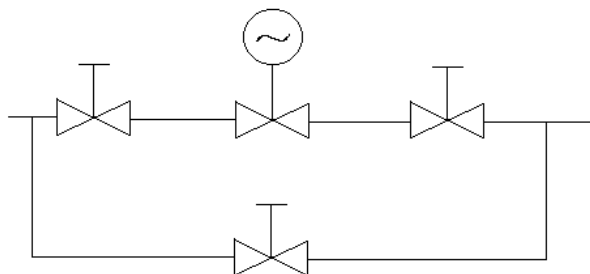

图 2 旁路管道安装图例
(1) 安装调节阀总体上应考虑以下方面：
① 安全：安装过程中人员和设备的安全。
② 控制性能：配管系统压力损失应与计算调节阀尺寸时所考虑的压力损失一致，以保证所需的流量特性。进出口应尽量保证足够的直管段。
③ 安装位置：应有足够的空间便于操作人员手动操作（包括旁路操作）以及保证调节阀和附件的就地拆卸和维修的可能性。
④ 调节阀组：一般在工艺过程配管中均安装切断阀的旁路阀与调节阀配成阀组，以适应设备连续操作的需要。维修调节阀时用切断阀隔离。用旁路阀调节。下面图 2 中推荐调节阀组布置方式。